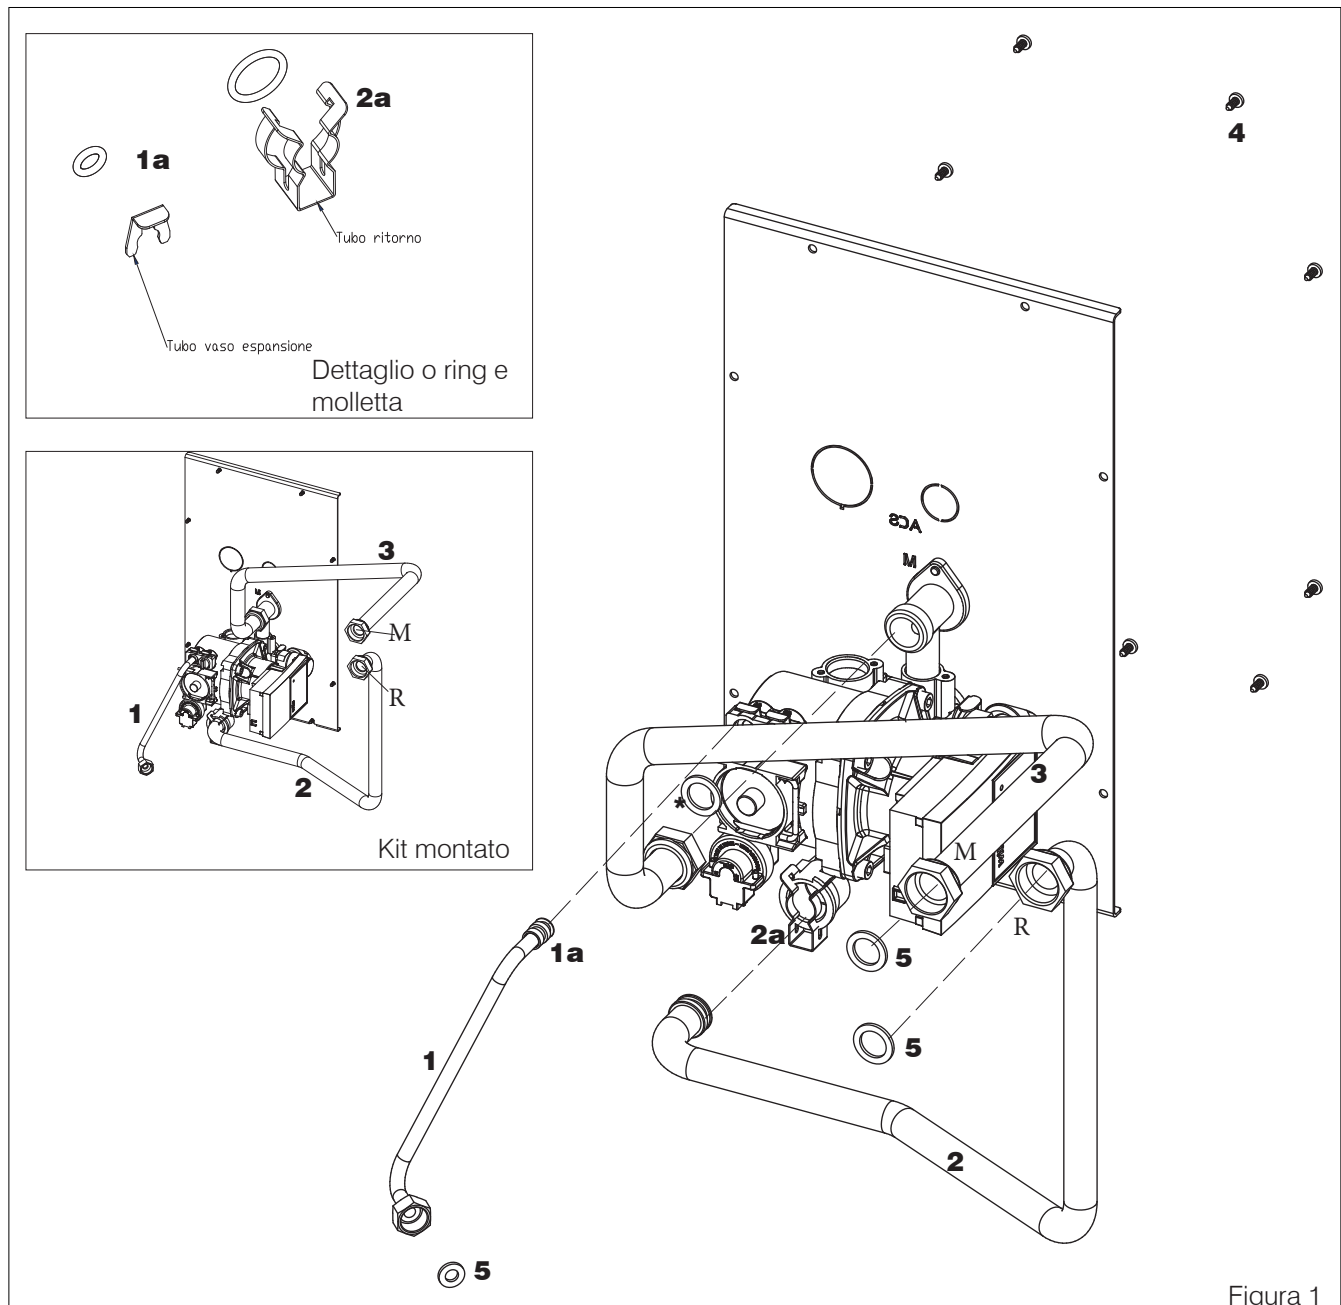

Figura 1
Il Kit R è consegnato assemblato ad eccezione dei seguenti componenti che si trovano "sciolti" nella confezione (i numeri si riferiscono alle indicazioni della figura 1 sotto):
- o ring e molletta (**1a** per il tubo al vaso di espansione, **2a** per il tubo di ritorno, dettaglio in alto in figura 1 sotto)
- o ring e molletta **(1a)** per il tubo al vaso di espansione, **2a** per il tubo di ritorno, dettaglio in alto in figura 1 sotto)